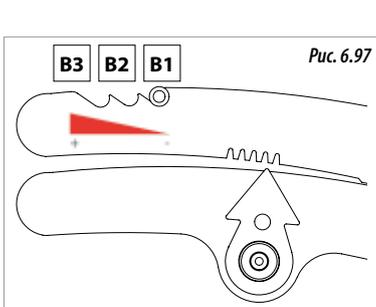
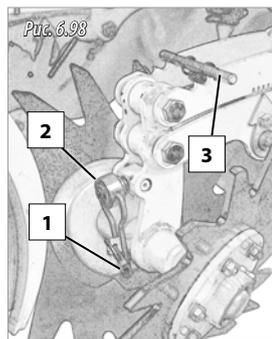

Рис. 6.97
Рис. 6.98
Для регулировки давления ножа потянуть за рукоятку (3, рис. 6.98) и переместить ее в одно из 3 рабочих положений (В1, В2 или В3, рис. 6.97).
- 1- Вынуть штифт (1, рис. 6.98), чтобы разблокировать рукоятку (2, рис. 6.98).
- 2- Одной рукой поднять ножи, а второй рукой повернуть рукоятку до нужной высоты ограничителя, ориентируясь по шкале указателя высоты (3, рис. 6.98).
- 3- Когда необходимая высота установлена, опустить рукоятку и закрепить ее штифтом (2, рис. 6.98), чтобы зафиксировать заданную высоту.